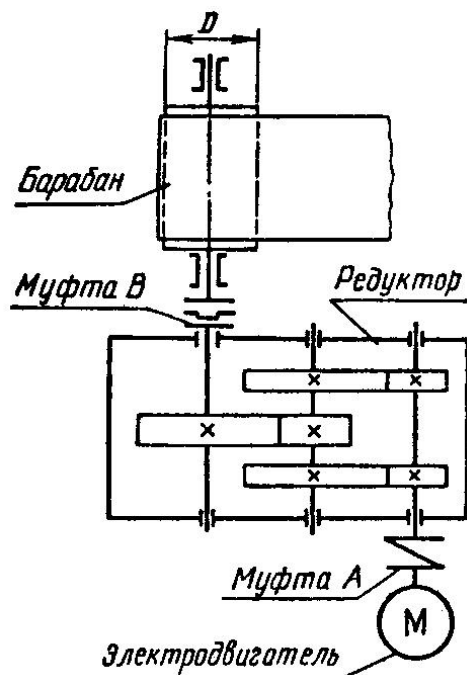

Рис.19
3. Рассчитать зубчатые передачи редуктора привода ленточного конвейера (рис. 19). Окружное усилие на барабане  $F_t$ , окружная скорость барабана  $v$  и диаметр барабана  $D$  приведены в табл. 18. Срок службы редуктора 28 000 ч.
4. По данным предыдущей задачи 3 рассчитать ведомый вал редуктора (рис. 19) и подобрать по ГОСТ 8338-75 подшипники качения. Расстояниями между подшипниками, а также между зубчатым колесом и подшипниками задаться. Привести рабочий эскиз вала (рис. 4).